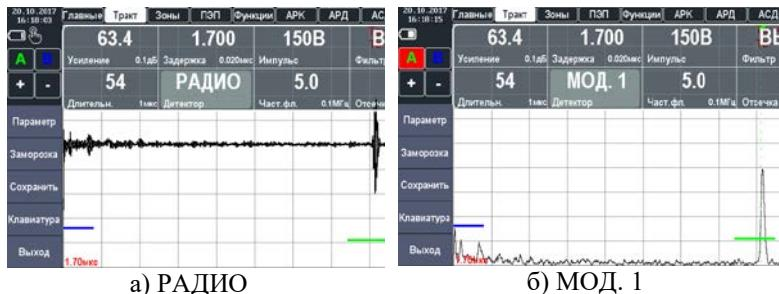

Рисунок 2.19 – Виды режимов детектирования
5. Выбор режима детектирования А-скана «ДЕТЕКТ.», в дефектоскопе представлены четыре режима: «РАДИО», «МОД. 1», «МОД. 2». Режим детектирования определяет представление (визуализацию) принятого сигнала на экране дефектоскопа (рис. 2.19). Принятый сигнал представляет собой двухполарный радиочастотный импульс, который может быть выведен на экран прибора в различном виде: